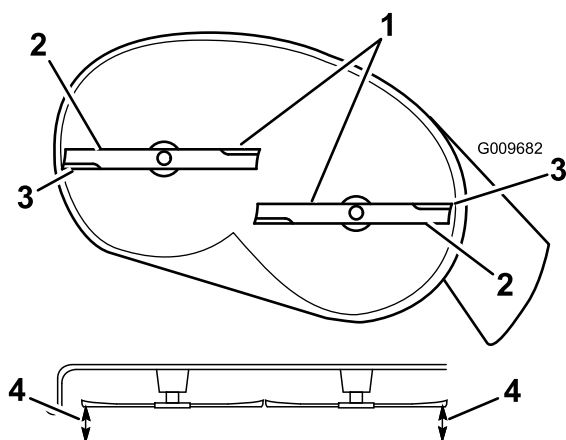
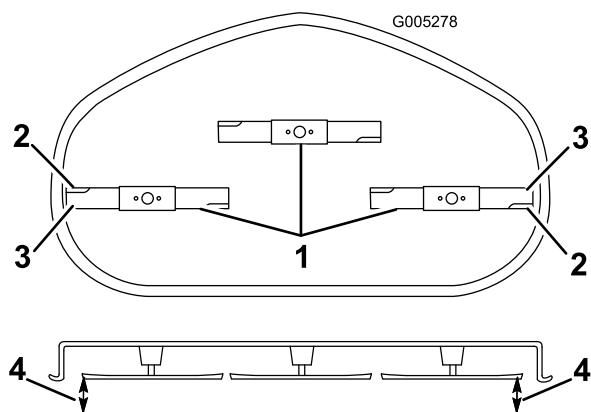

Figura 57
Figura 58
4. Gire cuidadosamente las cuchillas hasta que estén todas orientadas lateralmente (Figura 57 y Figura 58).
5. Mida entre los filos de corte exteriores y la superficie plana (Figura 57 y Figura 58).